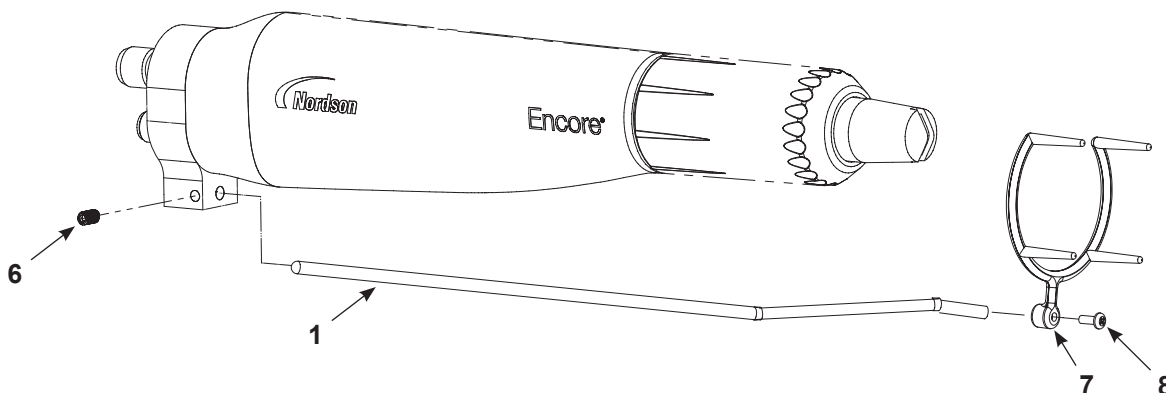

Рис. 6 Монтаж приемника ионов – распылитель, монтируемый на штанге
1. См. Рис. 6. Вставить стержень приемника (1) в пластину заземления и зафиксировать винтом M5 x 8 (6) из комплекта приемника ионов.
2. Винтом M3 x 8 (8) закрепить многоточечный наконечник (7) на стержне приемника.